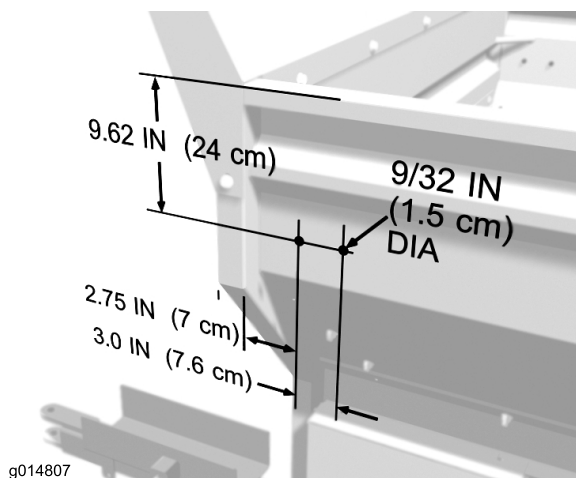

Figura 1
2. Usando las dimensiones indicadas en Figura 1, localice, marque y perforo dos taladros de 7 mm en la parte delantera izquierda de la tolva. Repita el procedimiento en el lado derecho de la tolva.